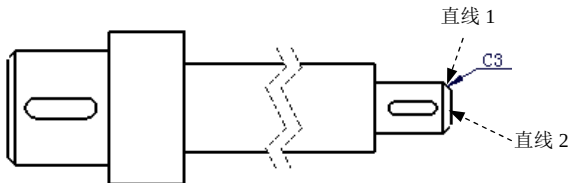

图 6.4.12 标注倒角尺寸
下面以图 6.4.12 为例，说明标注倒角尺寸的一般操作过程。
Step3. 选取倒角边。在系统 **选择倒角的边线、参考边线，然后选择文字位置** 的提示下，依次选取图 6.4.12 所示的直线 1 和直线 2。
- C1: C 距离, 如图 6.4.12 所示。